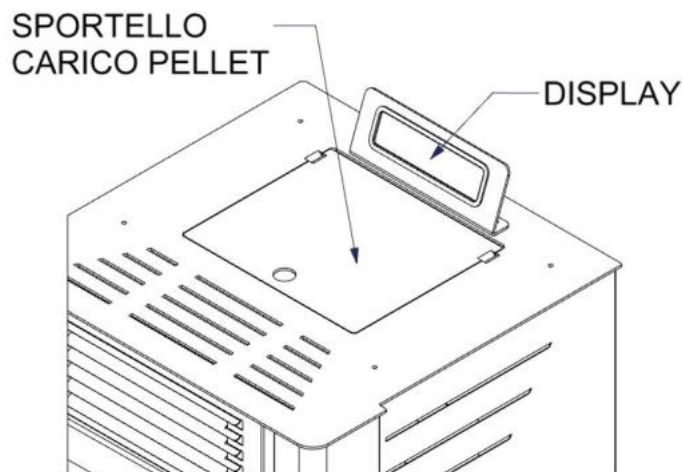

Figura 6 Vano Serbatoio Pellet
-Per caricare il serbatoio di pellet aprire lo sportello di carico situato sulla parte superiore della stufa visibile nella figura 6 . Caricare il pellet direttamente dal sacchetto o con l'ausilio (non fornita) di una paletta. Il livello massimo del pellet nel serbatoio è un paio di centimetri sotto la battuta dello sportello. Una volta riempito il serbatoio chiudere lo sportello. **Si raccomanda di fare attenzione nel non venire a contatto con parti calde.**